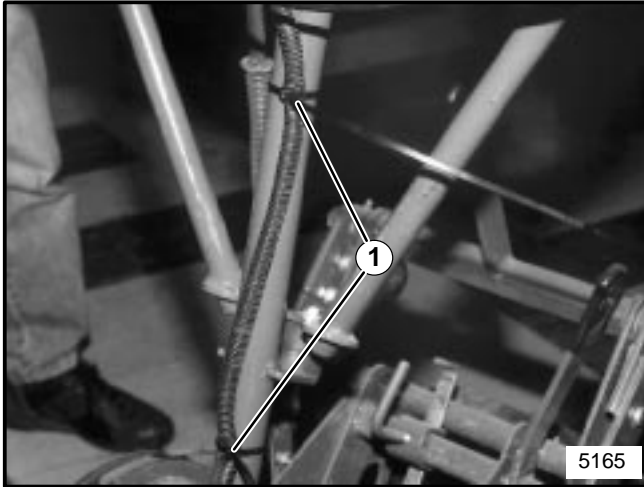

FIGURA 15
23. Utilice amarres para alambre para asegurar la tubería enroscada al soporte del manubrio. Vea la Figura 15.